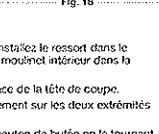

Fig. 16
2. En utilisant une seule extrémité séparée, insérez un fil dans le trou supérieur et l'autre fil dans le trou inférieur du moulinet intérieur (Fig. 16).